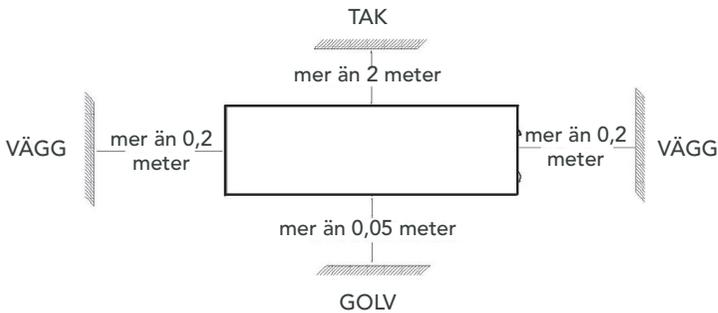

Fig. 2
- 1 Efter färdig montering ska det finnas tillräckligt fritt utrymme runt elementet, se fig. 2